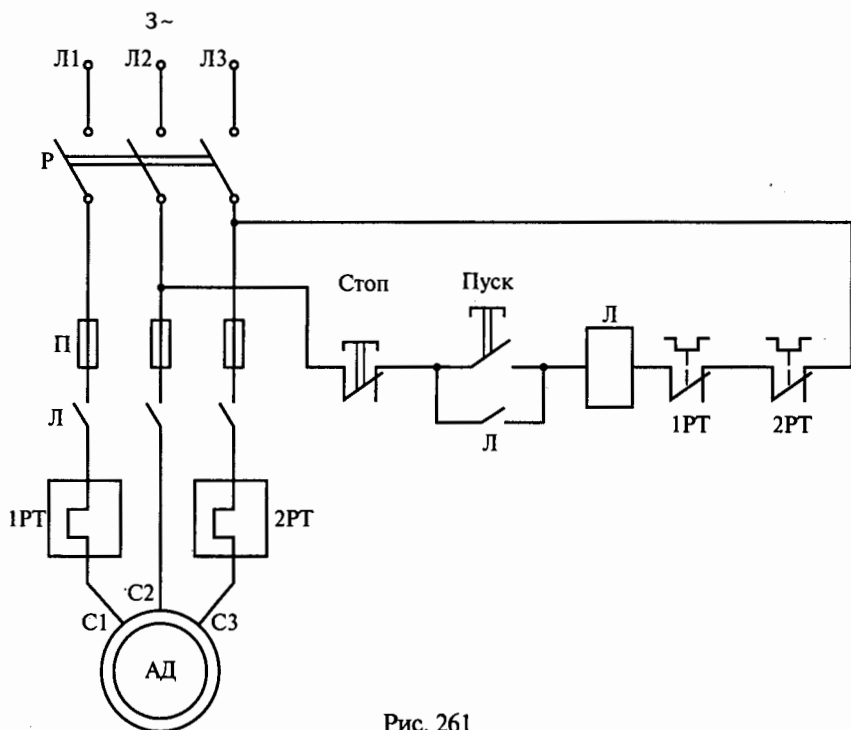

Рис. 261
**11.26.** Какие виды защит предусмотрены в схеме неререверсивного магнитного пускателя, представленной на рис. 261? (Указать неправильный ответ.)
**11.27.** Какого типа блок-контакт контактора Л в схеме неререверсивного магнитного пускателя на рис. 261?